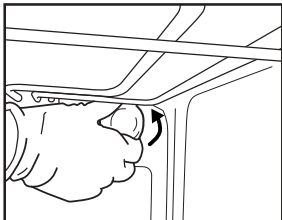

Fig. 6
2. Deșurubați capacul becului (Fig. 6), înlocuiți becul (consultați nota despre tipul becului) și înșurubați la loc capacul becului.